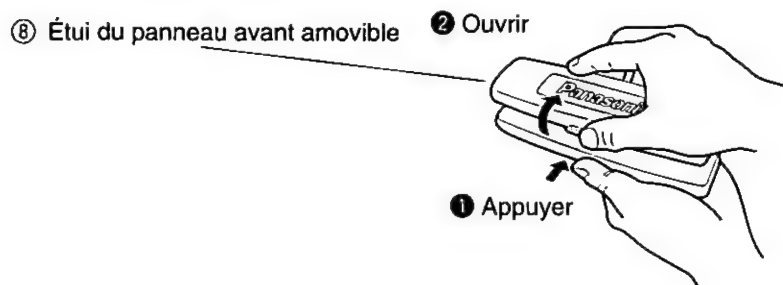

Fig.3
c) Retirer l'appareil en le tirant avec les deux mains. (Fig. 3)
- ④ Comme illustré à la figure 3, appuyer légèrement sur le bas de l'étui et ouvrir le rabat supérieur. Ranger le panneau dans l'étui. Le panneau peut alors être transporté en toute sécurité.